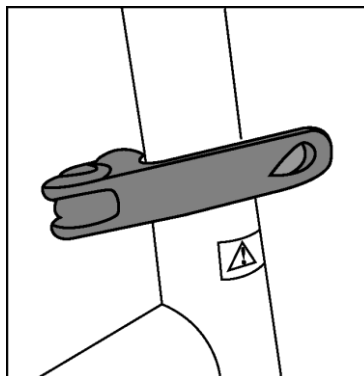

Abbildung 2: LENK- / SATTELKLAMMER
- **STEUER- / SATTELKLAMMER: Siehe Abbildung 2.** Mit diesen Klammern können Sie den Sattel und den Lenker auf die richtige Höhe einstellen. Stellen Sie sicher, dass diese Klemmen fest angezogen sind andere Funktionen.